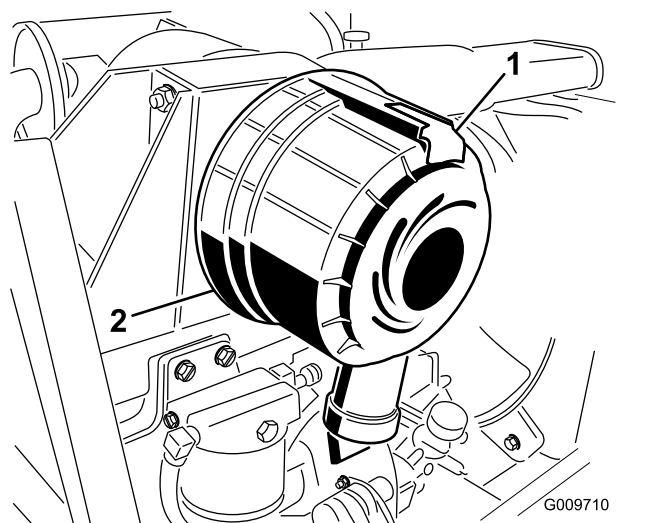

**Figura 28**
Revise el filtro del limpiador de aire únicamente cuando el indicador de mantenimiento (Figura 28) lo requiera. El cambiar el filtro antes de que sea necesario sólo aumenta la posibilidad de que entre suciedad en el motor al retirar el filtro.
6. Reinicie el indicador (Figura 28) si se ve rojo.